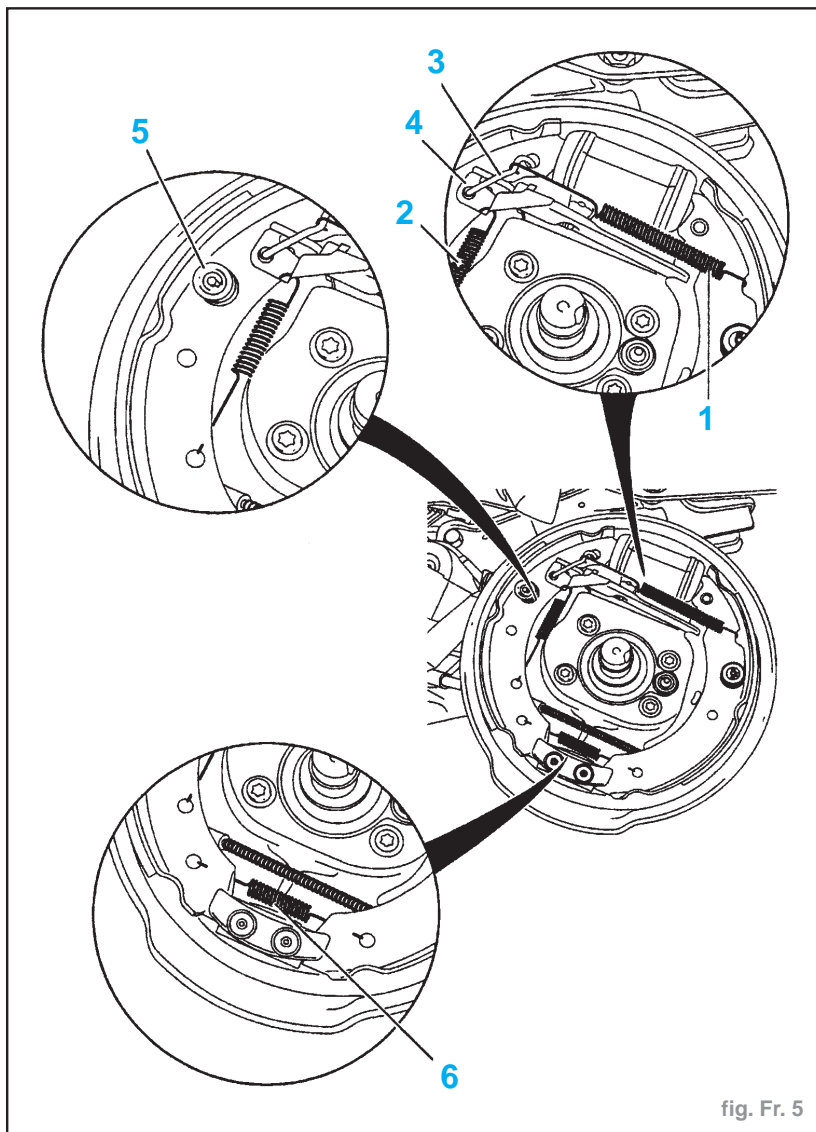

fig. Fr. 5
- Déposer (fig. Fr. 5) :
- le ressort (1) à l'aide d'une pince à ressorts de segments de freins